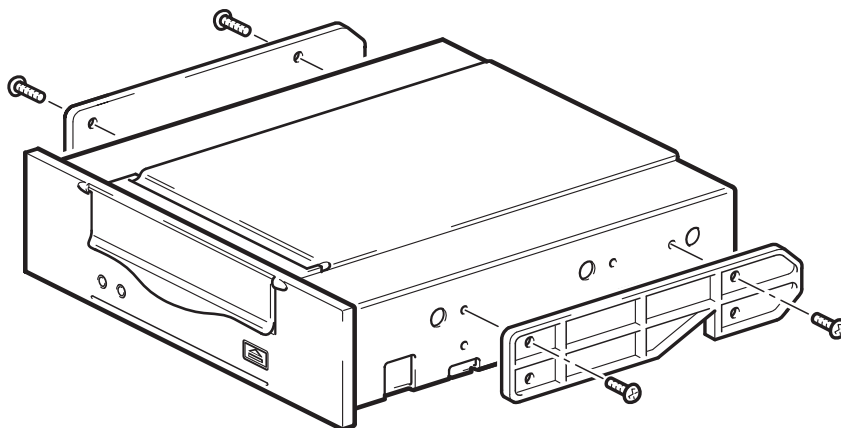

Рис. 4. Установка монтажных полозьев
1. Для крепления полозьев используйте обычную отвертку Phillips. Используйте прилагаемые к стримеру винты М3 (см. Рис. 4).